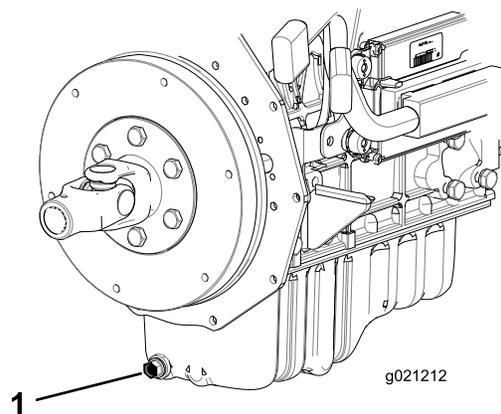

図 48
1. ドレンプラグ (図 48) を外してオイルを容器に受ける。